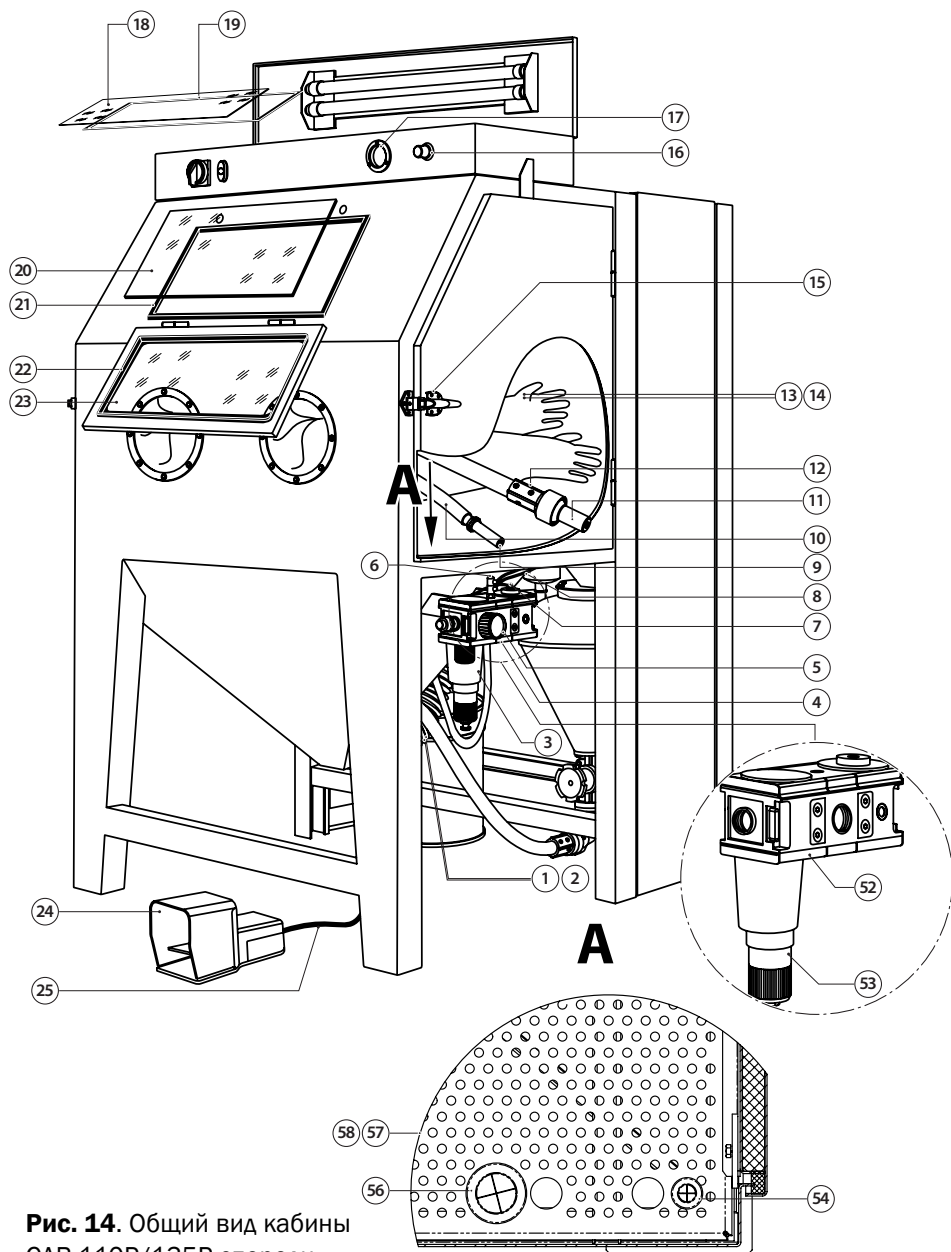

Рис. 14. Общий вид кабины
6.8.8 Убедитесь, что шланги подходящие к педали не перепутаны. См. схему подключения на рис. 14.